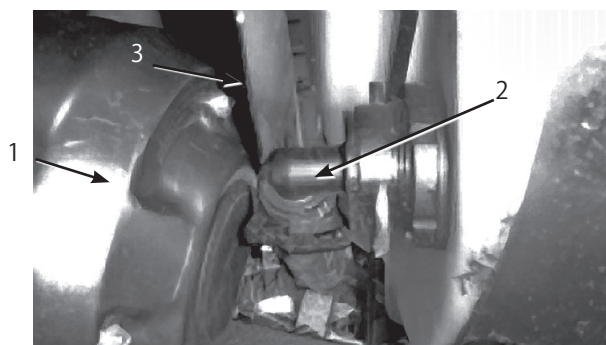

図55
3. タンクの前壁の下にあるホース (図55) を外す。
注: 防熱シールド（図55）を押しのけないとカバーが取り外せない場合があります。